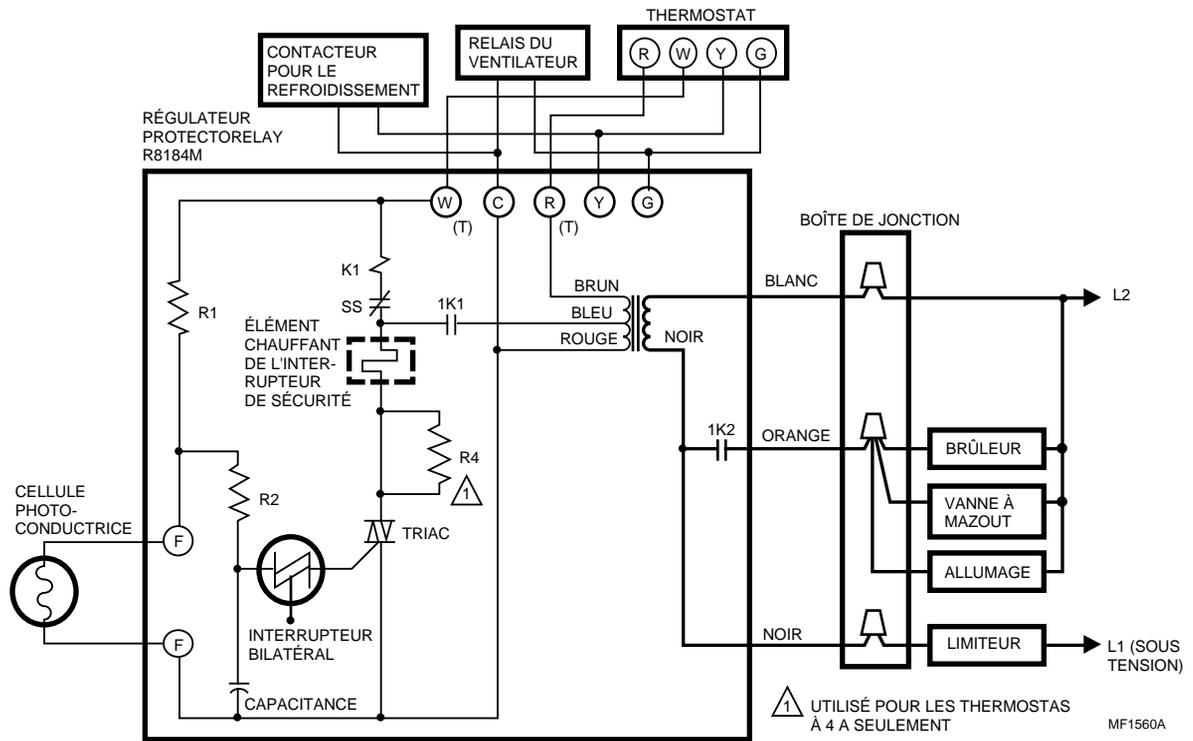

Fig. 6 . Raccordement type pour le R8184M.
- R8184M—raccorder les conducteurs de la cellule photoélectrique aux bornes F-F et raccorder les autres fils basse tension comme l'indique la Fig. 6.